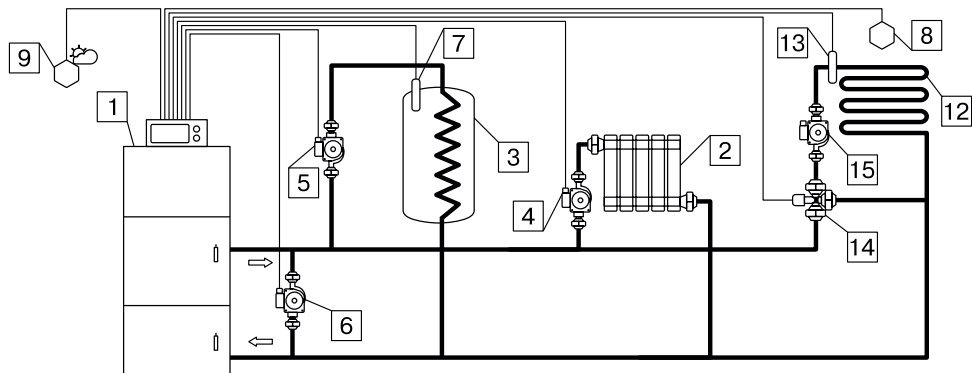

Рис.7 Упрощенная схема подключения котла с узлом рециркуляции
7.4.5. Во избежание конденсации продуктов сгорания в котле и повышения долговечности котла и дымохода, отопительный котел должен быть оборудован рециркуляционной системой или смесительным устройством, поддерживающим температуру теплоносителя на входе в котел выше 65°C , (см. рис.7; 8).